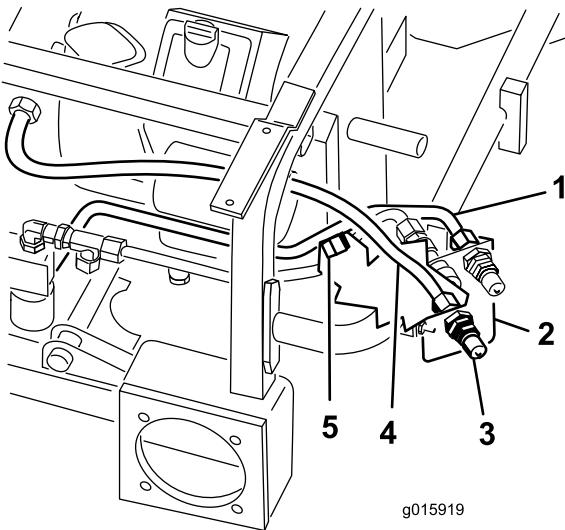

Figura 17
8. Instale sem apertar o tubo hidráulico número 5 no conector inferior macho (Figura 17).